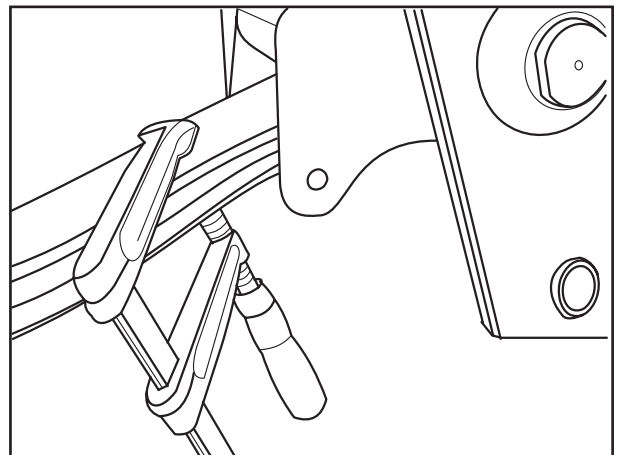

Fig. 15
- Bei Blattfedern mit Spannlagelage muss die Feder mit einer Schraubzwinde zusammengepresst werden (Fig. 15).